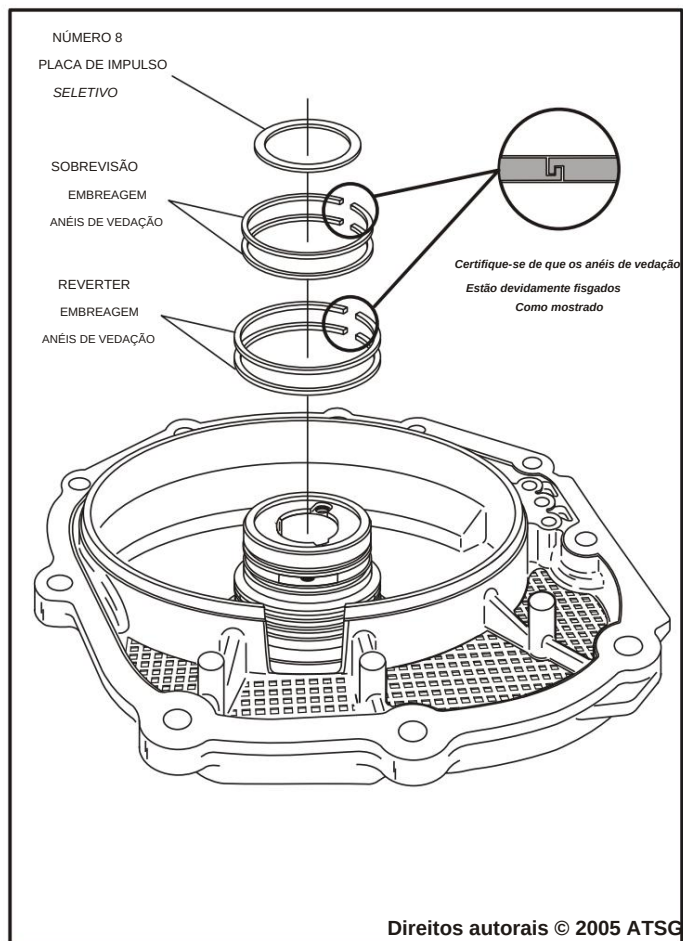

Figura 74
4. Instale novos anéis de vedação da embreagem de ré nas ranhuras, conforme mostrado na Figura 74, e certifique-se de que estejam devidamente enganchados e assentados.
5. Instale os novos anéis de vedação da embreagem overdrive nas ranhuras, conforme mostrado na Figura 74, e certifique-se de que estejam devidamente enganchados e assentados.
6. Instale a placa de impulso seletiva número 8, conforme mostrado na Figura 74, e retenha com uma pequena quantidade de Trans-Jel®.